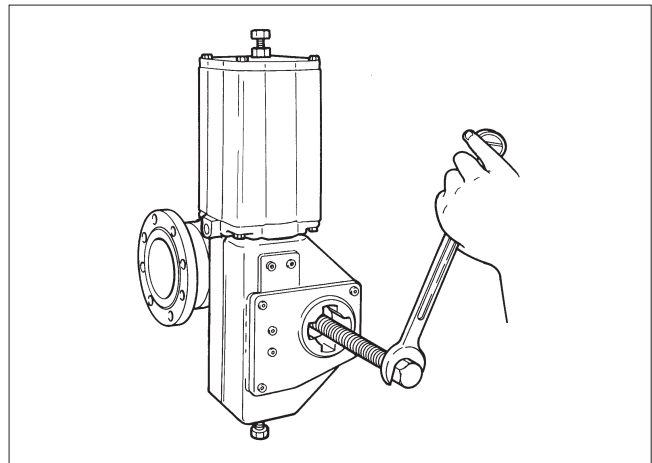

Fig. 23 Dépose d'un actionneur série B
- Déposez l'actionneur à l'aide d'un extracteur approprié, voir Fig. 23. Cet outil peut être commandé directement auprès du fabricant.